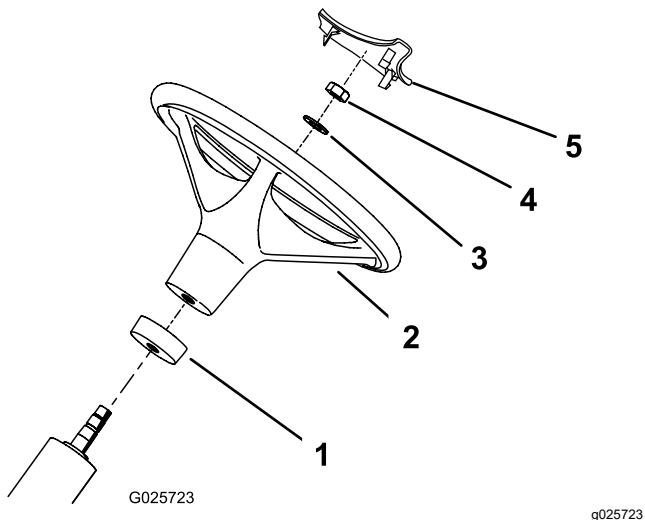

Figura 3
2. Deslice el collar de gomaespuma (empezando por el extremo más pequeño) sobre la columna de dirección (Figura 3).
3. Deslice el volante sobre la columna de dirección (Figura 3).
4. Fije el volante a la columna de dirección con una arandela y una contratuerca (Figura 3).
6. Coloque el embellecedor en su posición en el volante y presione para sujetarlo (Figura 3).